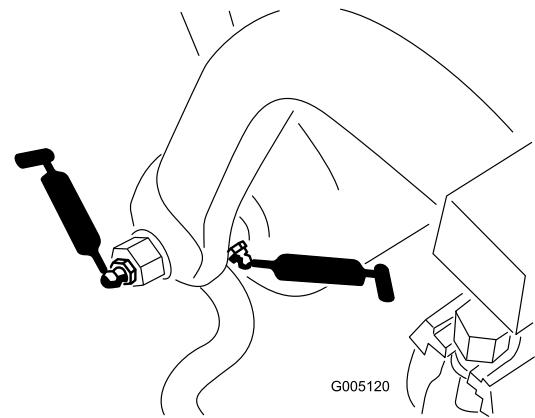

Figura 34
- Eixo e cilindro da estrutura de apoio (12) (Figura 34)